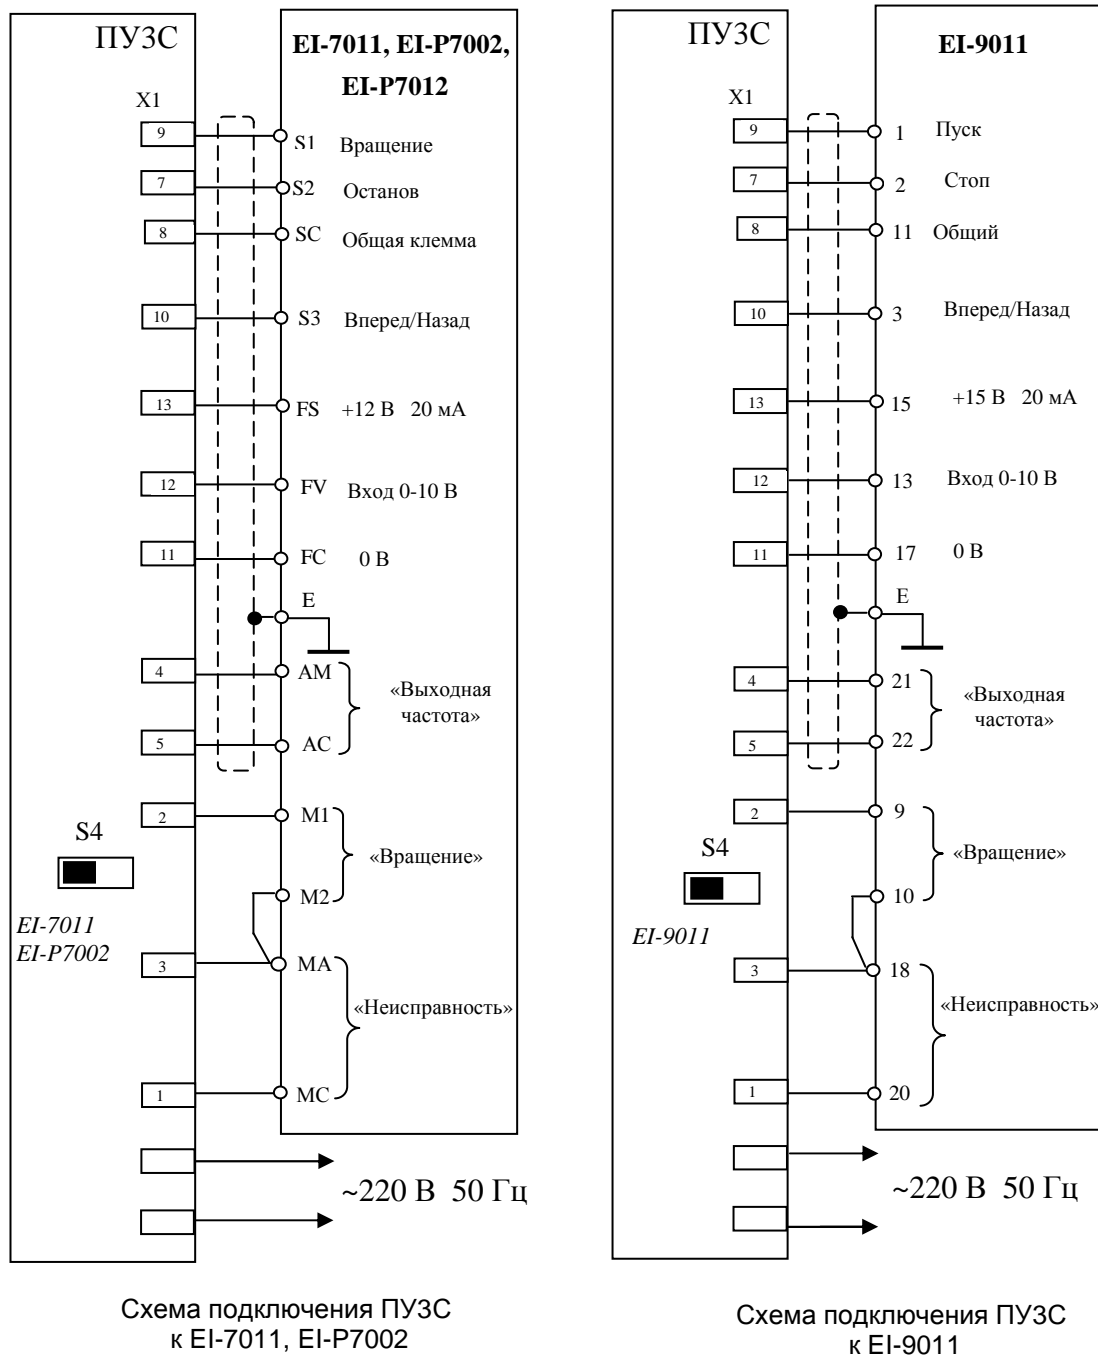

Рис. 2
3.5. Подключение к преобразователю частоты выполнить согласно соответствующей схеме подключения (см. рис. 2...4).